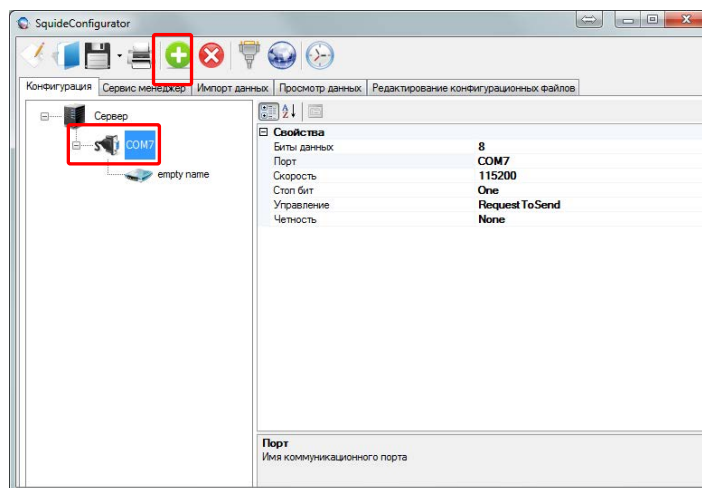

Рисунок 8.16 - Добавление нового клиента
2. После добавления COM порта, необходимо добавить клиента. Для этого выделив пиктограмму виртуального COM порта и нажать на клавишу , рисунок 8.16.